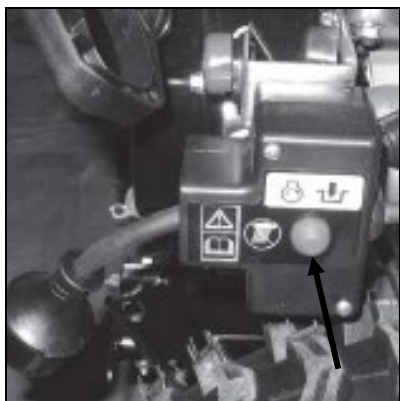

Рис. 17
- Нажмите кнопку запуска, чтобы запустить двигатель (Рис.17).